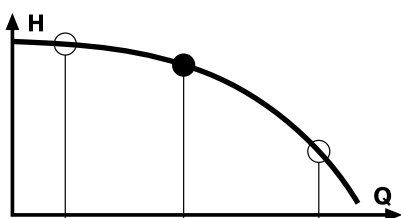

Рис. 1
1. Рабочая точка системы попала на характеристику насоса или лежит в удовлетворяющем Вас диапазоне (рис. 1).